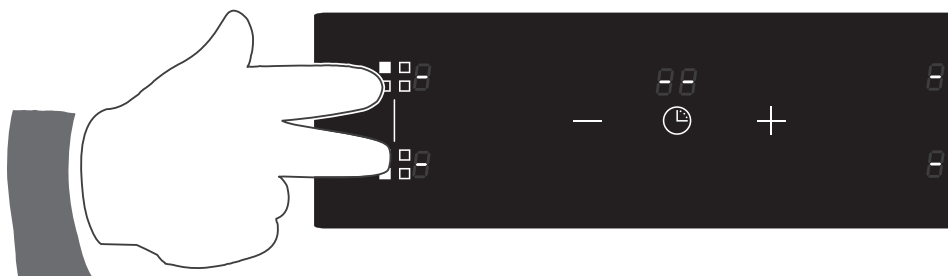

Fig. 3.4
- Selezionare entrambe le due zone di sinistra con la pressione delle dita (fig. 3.4).
- Per disattivare la funzione “Bridge” selezionare una delle due zone di cottura (se entro 5 secondi non verrà selezionato un nuovo livello di potenza, le 2 zone si spegneranno) o spegnere il piano con il tasto ①.